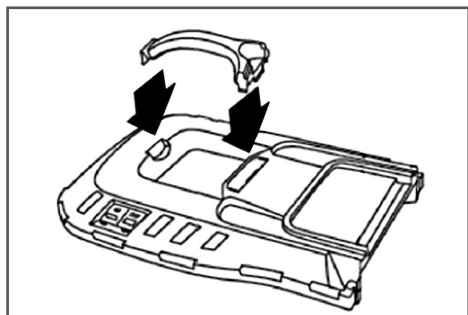

Рис. 5 Установка ручки травосборника
- Установите ручку травосборника (Рис. 5).